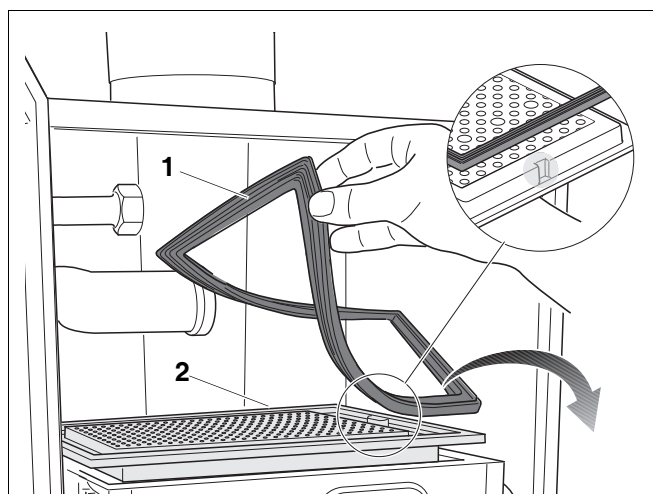

Fig. 105 Aftagning af brænder og brænderpakning
- Tag brænderpakningen (fig. 105, pos. 1) af, og udskift den ved behov.
- Tag brænderen (fig. 105, pos. 2) af, og rengør den med trykluft eller en blød klud på alle sider.
Sørg for, når brænderen sættes ind igen, at indhakket sidder på højre side (fig. 105, lup).